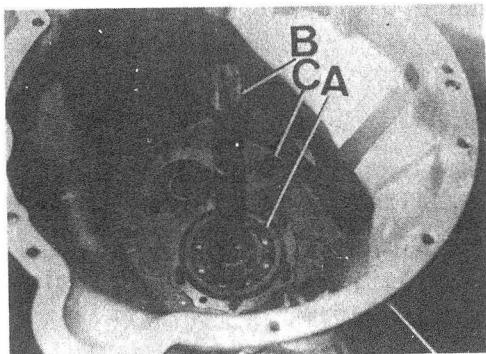
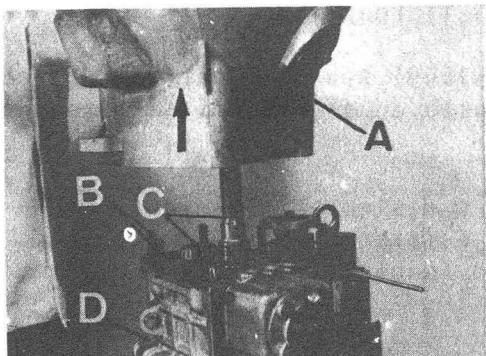

Fig. C1-81 Cárter de embrague
Fig. C1-82 Cárter de embrague
1.2 Desmontar el anillo elástico y arandela que fijan el rodamiento, A (Fig. C1-81) al eje primario, B.
1.3. Desmontar los elementos de fijación, C (Fig. C1-81) del cárter de embrague al cárter de la caja de velocidades.
1.5. Se botará el cárter de embrague hacia arriba, A (Fig. C1-82), empleando para ello una maza de plástico, hasta que el cárter, en unión del rodamiento del primario, se libere de los espárragos de fijación, B, teniendo en cuenta que todo - el tren de engranajes, incluyendo el eje primario, C, quedará perfectamente alojado en el cárter de la caja de velocidades.
- 2.1.1. Montar una junta sobre el cárter de la caja de velocidades, D (Fig. C1-82) aplicándole previamente una capa de Hermetical 600 en ambas caras.
- 2.1.2. Montar el cárter de embrague, A (Fig. C1-82), fijándolo con sus tuercas, C (Fig. C1-81) dándole un par de apriete de 6 á 7,5 mkg.
- 2.1.3. Montar la arandela y el anillo elástico que fijan el rodamiento, A (Fig. C1-81) al primario, B.